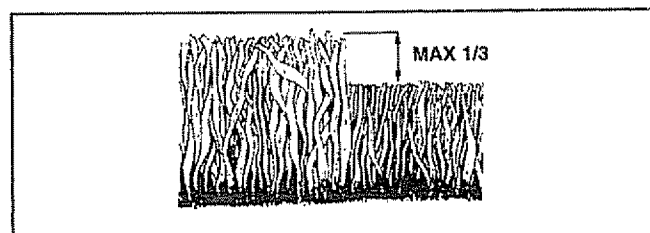

FIG. 10
- Para obtener los mejores resultados, ajuste la altura del corte de la segadora de modo que ésta corte solamente el tercio superior de las hojas de césped (Vea la Fig. 10). En el caso de que el césped haya crecido demasiado, puede ser necesario el elevar la altura del corte para reducir el esfuerzo necesario para empujar la segadora y para evitar sobrecargar el motor, dejando montones de recortes de césped. Para un acolchamiento muy pesado, reduzca el ancho del corte pasando por encima del lugar anteriormente cortado y siegue lentamente.